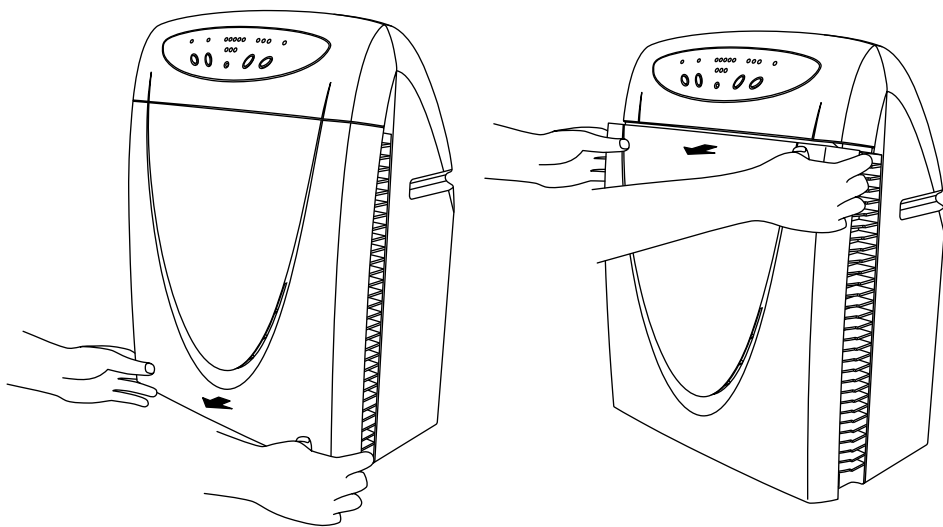

Рис. 12
4. Снимите лицевую панель, для чего потяните ее обеими руками за нижние края и после освобождения нижних защелок снимите ее с прибора за верхние края (рис.12);